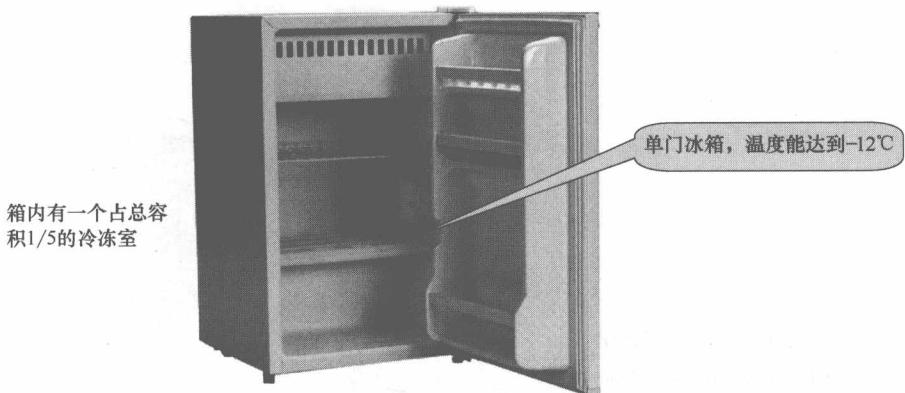

图 1-2 单门冰箱
① 单门电冰箱主要用来冷藏食品，在箱内有一个占总容积 $1/5$ 的冷冻室，其温度能达到 -12°C ，可短期储藏冷冻食品，如图 1-2 所示。